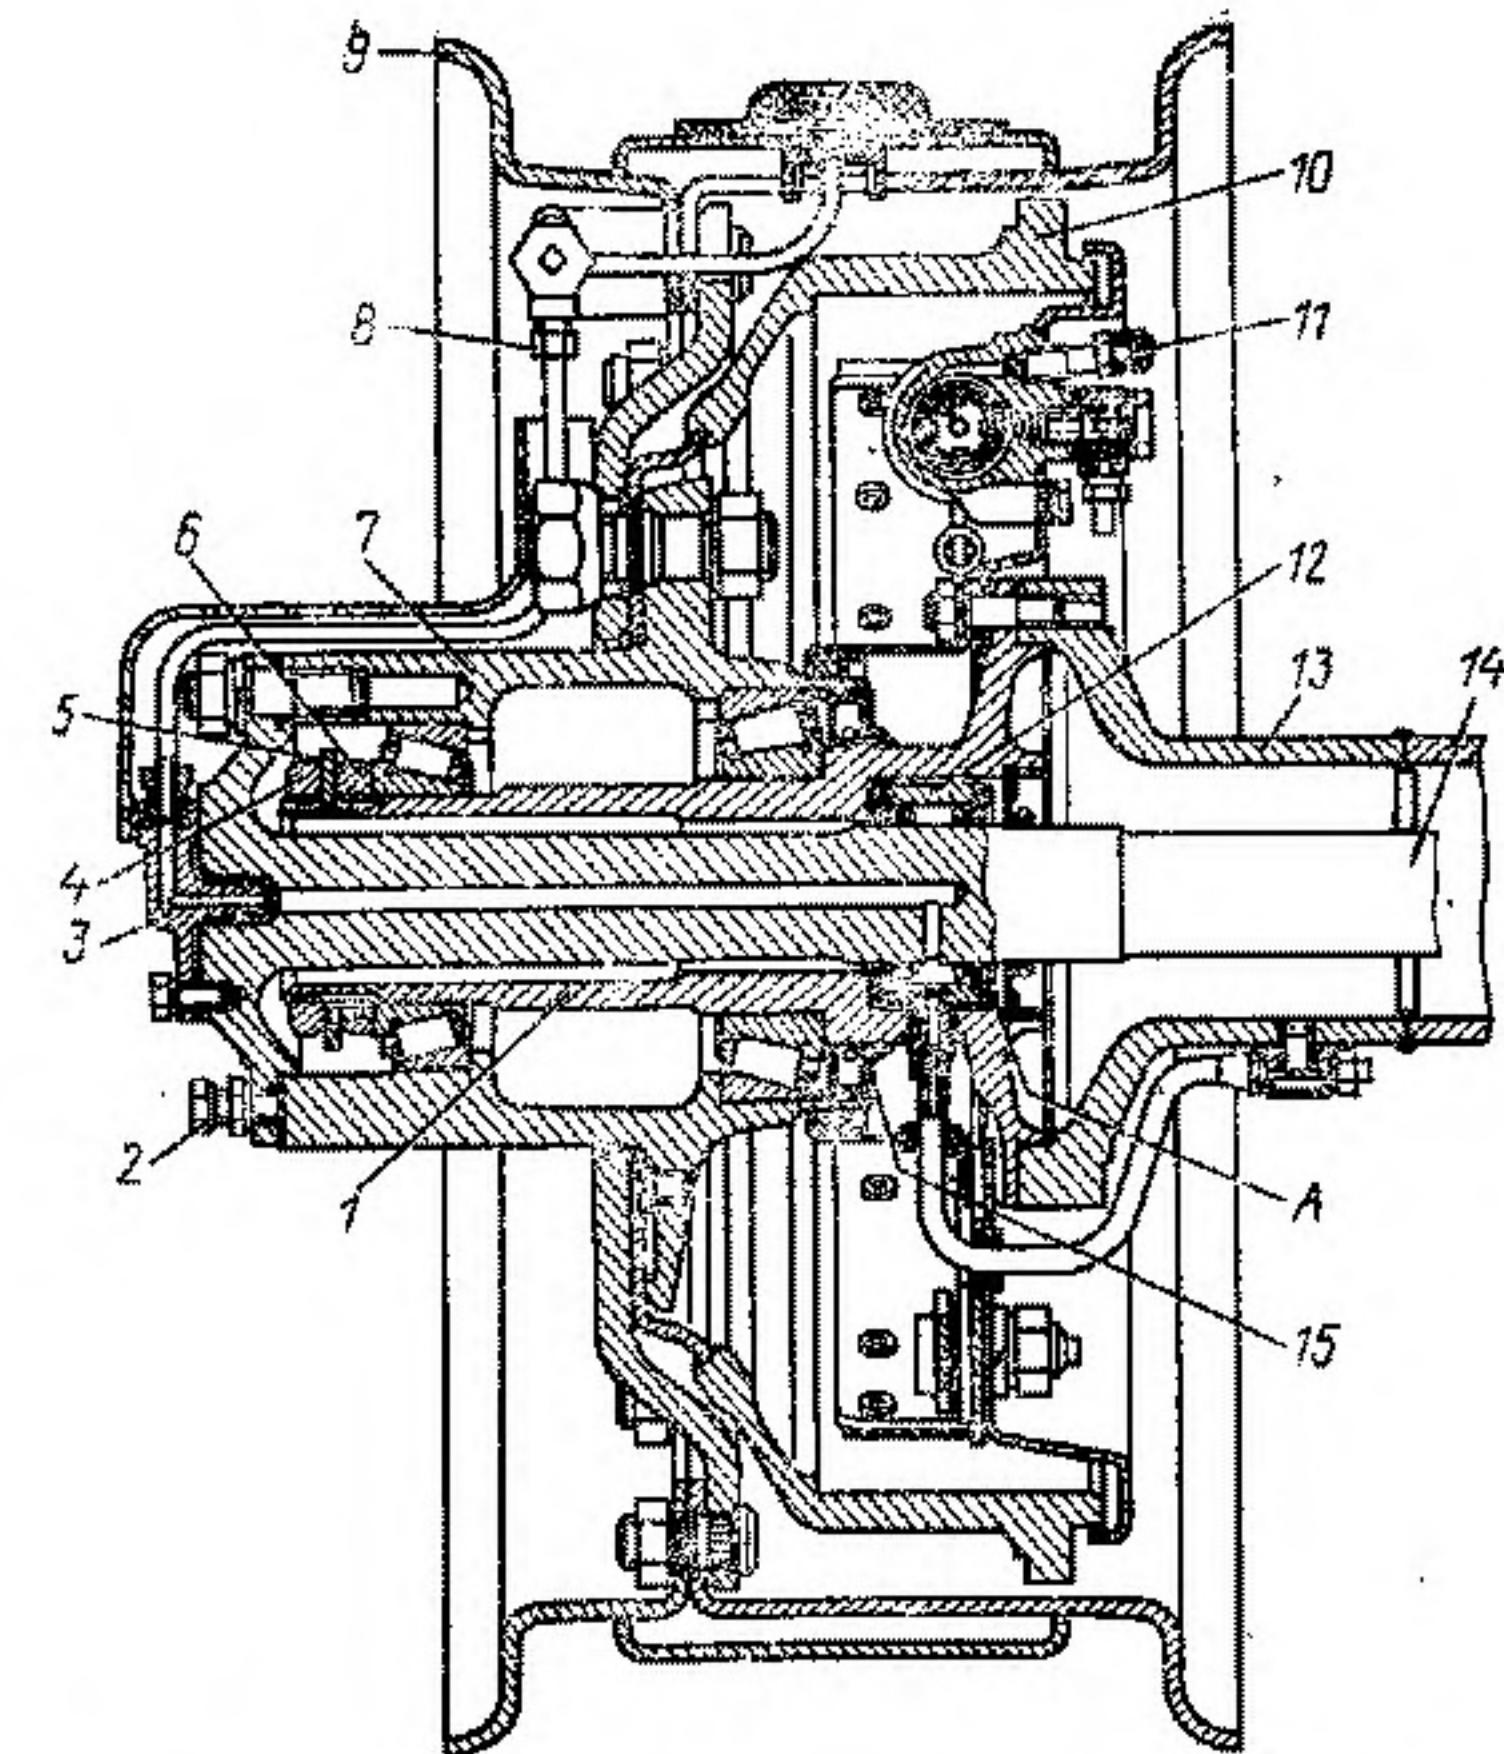

Рис. 51. Задняя ступица и колесо автомобиля ГАЗ-66-11:
- Отвернуть гайки и вынуть полуось 14 (рис. 51), отвернуть наружную гайку 4, снять стопорную шайбу 5, отвернуть на 1/3—1/2 оборота внутреннюю гайку 6 и проверить, свободно ли вращается колесо.